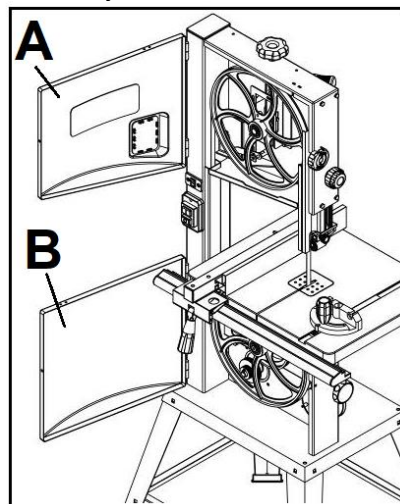
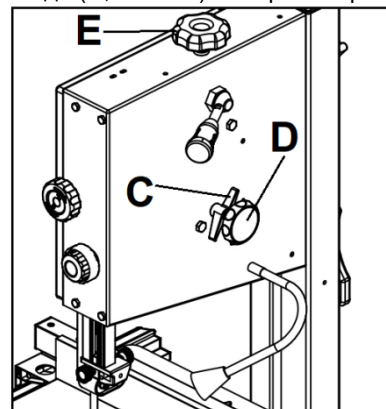
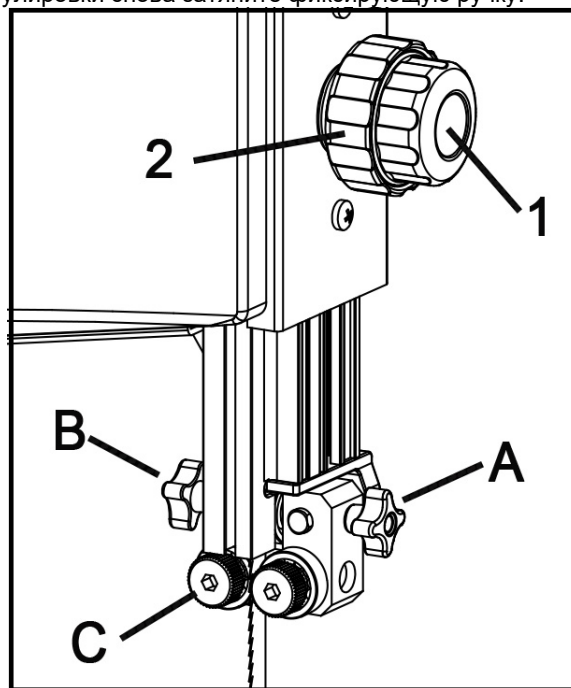

Рисунок 14
Рисунок 15
Рисунок 17
Если пильная лента не движется по центру резинового обода, ход ее необходимо откорректировать, отрегулировав наклон верхнего шкива пильной ленты. Откройте верхнюю и нижнюю дверцы (A, B, Рис. 14). Ослабьте ручку фиксатора регулировки хода, вручную вращайте верхний шкив, не касаясь пильной ленты. Поверните ручку регулировки (D, Рис. 15) по часовой стрелке или против часовой стрелки до тех пор, пока пильная лента не будет двигаться по центру резинового обода.
После регулировки снова затяните ручку фиксатора регулировки хода (C, Рис. 15) и закройте крышку.
МЕДЛЕННО поверните ручку регулировки хода (D, Рис. 15), одновременно вращая верхний шкив. Поворот ручки регулировки хода по часовой стрелке (если смотреть с
- Поворачивая ручку регулировки (Е, Рис. 15) по часовой стрелке, можно увеличить натяжение пильной ленты.
- Поворачивая ручку регулировки (Е, Рис. 15) против часовой стрелки, можно ослабить натяжение пильной ленты.
Установите верхнюю направляющую пильной ленты с помощью ручки регулировки (2, Рис. 17) на желаемую высоту, ослабив фиксирующую ручку (1, Рис. 17). После регулировки снова затяните фиксирующую ручку.
- Ослабьте ручку (А) и отрегулируйте подшипниковый узел так, чтобы боковые подшипники располагались на расстоянии 1-2 мм от впадины зуба полотна (изогнутая область в основании зуба). Снова затяните ручку (А, Рис. 17).
- Ослабьте ручку (В, Рис. 15) и установите упорный подшипник в положение 0,4 мм от задней кромки ленты. Снова затяните ручку (В, Рис.17).
- Ослабьте болт (С, Рис. 17) и отрегулируйте боковые направляющие подшипники в положение 0,1-0,2 мм от ленты. Снова затяните болт (С).